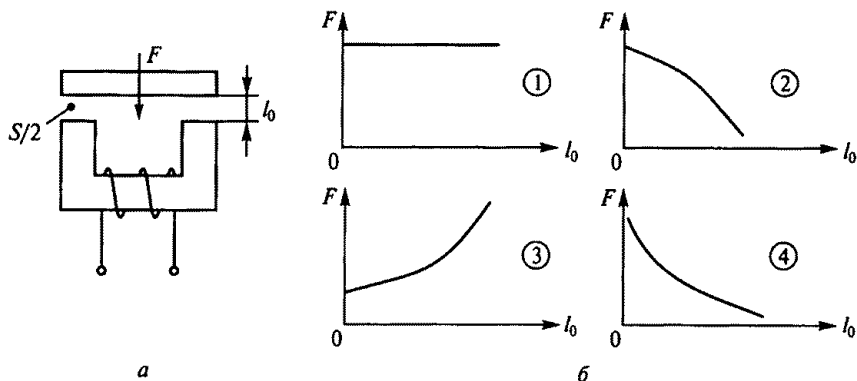

Рис. 60
2.36.Р. Сила F , действующая на якорь электромагнита при постоянной МДС обмотки, показанной на рис. 60, *а*, зависит от размера воздушного зазора l_0 . Какой из четырех графиков на рис. 60, *б* правильно отражает эту зависимость? (Считать, что сердечник не насыщен.)